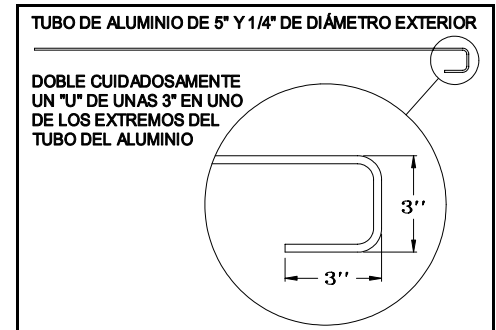

Figura 2
- Doble en forma de "U" uno de los extremos del tubo de aluminio detector de flujo. (Ver Figura 2)